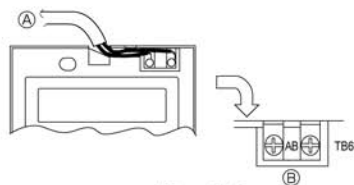

Fig. 4-3
2) Procédures de raccordement (Fig. 4-3)